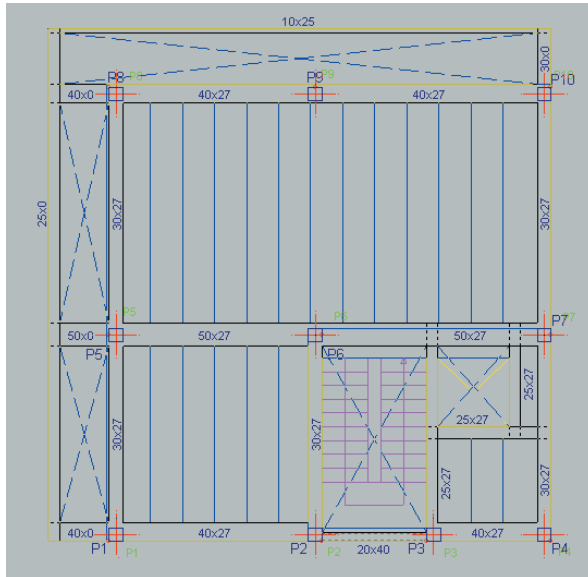

Fig. 14.71
- Prolongez et rognez ensuite les autres poutres pour obtenir le figure 14.71.